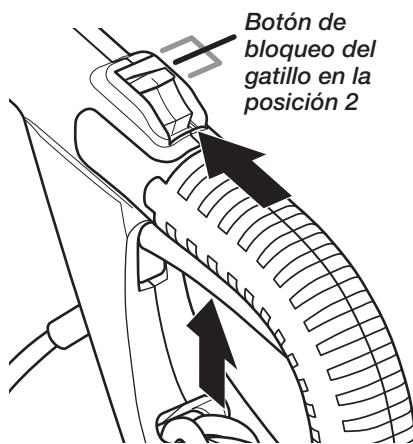

Figura 8 - Operación manual del gatillo con el botón de bloqueo del gatillo en la posición 2
**Nota:** un método opcional para retener el cordón de extensión se muestra en la Figura 8 que se usa con cordones de gran calibre que pueden no adaptarse al retenedor del cordón de extensión.